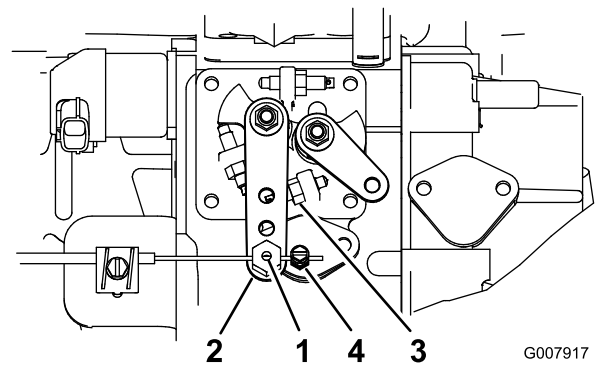

図 65
2. 燃料噴射ポンプのレバーの隣にあるスロットルケーブルのコネクタをゆるめる (図 65)。
3. インジェクションポンプレバーのアームをハイアイドルストップに当てる (図 65)。